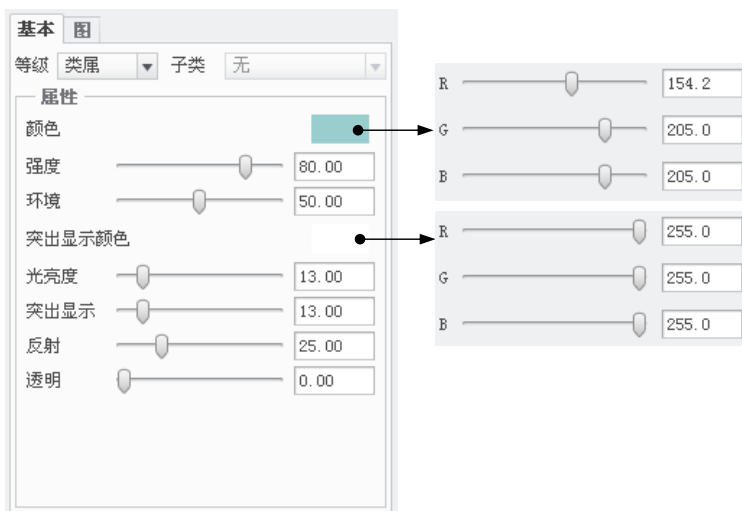

图 12.6.17 设置新外观的各项参数
Step3. 创建新外观。在“外观管理器”对话框中单击  按钮, 将新创建的外观命名为 app_block; 参考图 12.6.17 所示, 设置新外观的 颜色 和 突出显示颜色 的各项参数。